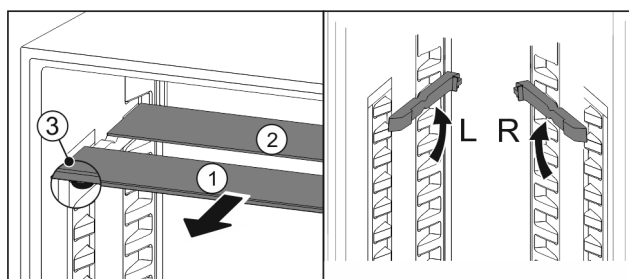

Fig. 105
- ▶ Skleněné desky jednotlivě vytáhněte dopředu Fig. 105 (1).
- ▶ Skleněná deska Fig. 105 (1) s ozdobnou lištou leží vpředu.
- ▶ Zářezky Fig. 105 (3) směřují dolů.